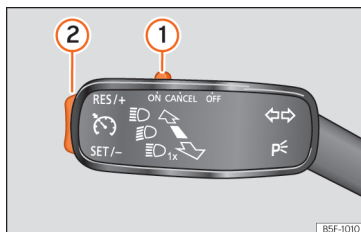

Abb. 223 Am Blinkerhebel: Bedienelemente zur Bedienung der GRA.
- Schieben Sie den Schalter » Abb. 223 ① bis ON.
- Drücken Sie die Taste » Abb. 223 ② im Bereich SET/-.
- Schieben Sie den Schalter » Abb. 223 ① bis CANCEL oder treten Sie auf die Bremse.
- Drücken Sie die Taste » Abb. 223 ② im Bereich RES/+.
Während der GRA-Regulierung kann die gespeicherte Geschwindigkeit mit der Taste » Abb. 223 ② eingestellt werden:
- Um in Schritten von 1 km/h [1 mph] zu erhöhen, drücken Sie kurz die Taste » Abb. 223 ② im Bereich RES/+.
- Um die Geschwindigkeit kontinuierlich zu erhöhen, halten Sie die Taste » Abb. 223 ② im Bereich RES/+ gedrückt.
- Um in Schritten von 1 km/h [1 mph] zu reduzieren, drücken Sie kurz die Taste » Abb. 223 ② im Bereich **SET/-**.
- Um die Geschwindigkeit kontinuierlich zu verringern, halten Sie die Taste » Abb. 223 ② im Bereich **SET/-** gedrückt.
- Schieben Sie die Taste » Abb. 223 ① auf **OFF**.